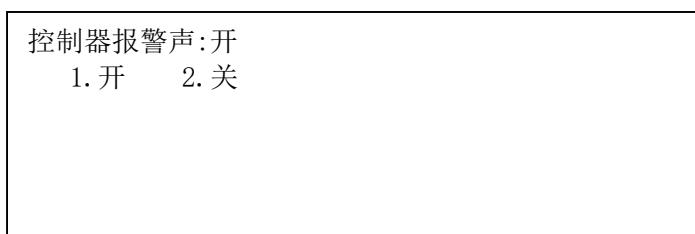

图5-15
- 按“功能”键进入选项菜单，按【↑】【↓】键进入设置菜单，按【←】【→】键进行翻页。按‘7’进入用户登录界面，输入二级密码，按“确认”键进入蜂鸣器设置界面。分别按‘1’‘2’键选相应功能的开关(图5-15)。